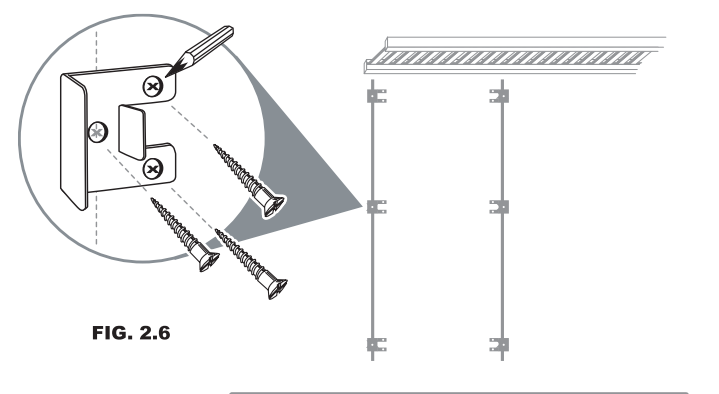

FIG. 2.6
8. Use los lugares que marcó sobre las líneas verticales para seleccionar la ménsula torre y centrar el orificio del medio en su lugar; nivele la ménsula y marque las posiciones en donde se van a hacer los orificios. (Fig. 2.6)